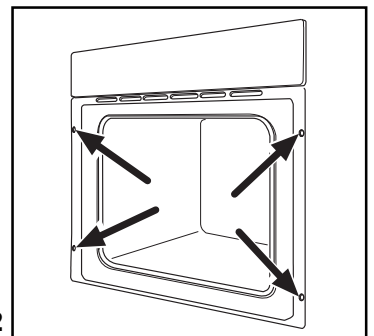

Abb. 12
- den Backofen mittels der vier Holzschrauben, welche genau in die vorgesehenen Rahmenlöcher passen, am Möbel befestigen (Abb. 12).